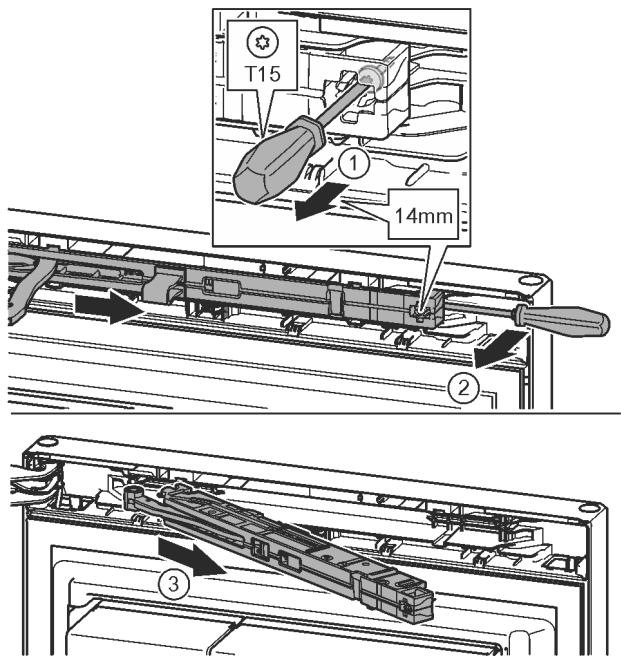

Fig. 12
- За допомогою викрутки T15 ослабте гвинт на демпферному вузлі приблизно на 14 мм. Fig. 12 (1)
- Переміщаючи викрутку з боку ручки за демпферний вузол, поверніть уперед. Fig. 12 (2)
- Витягніть демпферний вузол. Fig. 12 (3)